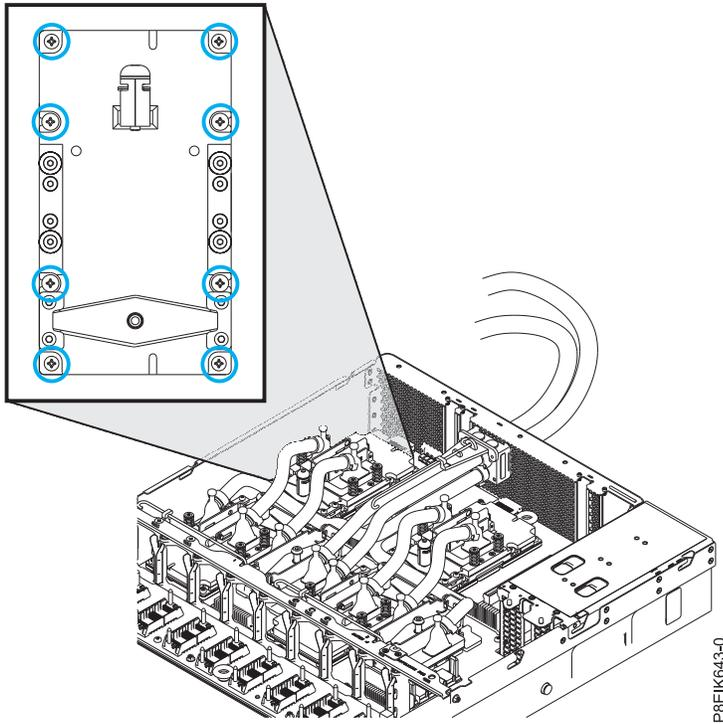

図 83. GPU アセンブリの GPU ソケットへの再取り付け
3. 8本のねじをシステム・バックプレーンに通して、GPUを固定します (72ページの図83を参照)。#2のプラス・ドライバーを使用して、8本のねじを締めてください。ドライバーの先端でシステム・バックプレーンを損傷しないように注意してください。